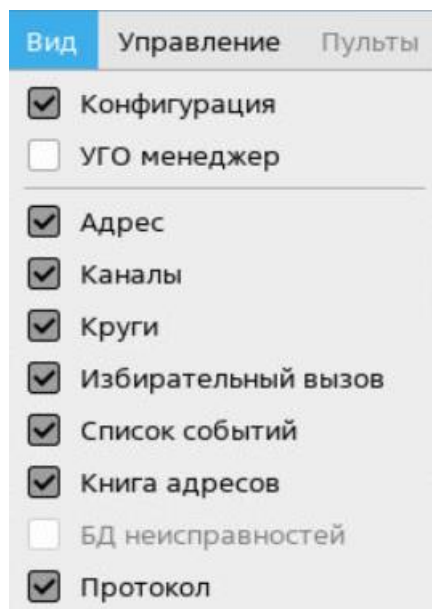

Рисунок 3.5 – Раздел основного меню «Редактирование»
3.2.3.1 В данном разделе основного меню представлены функции, позволяющие манипулировать (открывать, закрывать, активировать) основными и дополнительными окнами sxConfiguratorDCE (см. рисунок 3.5).